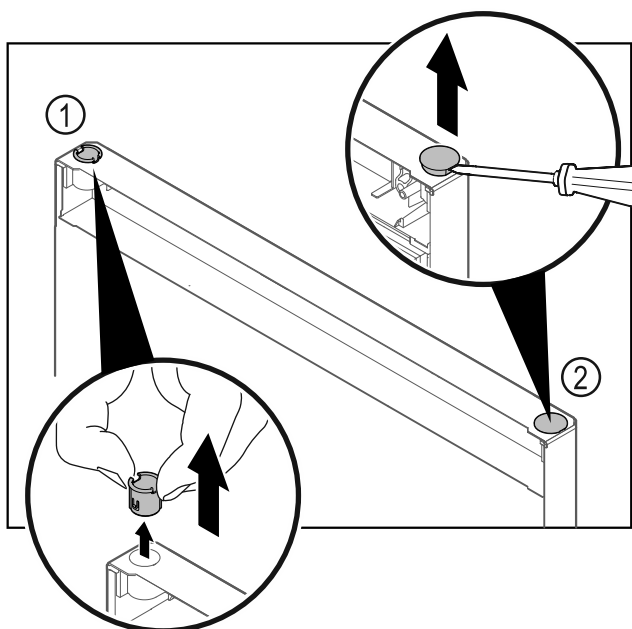

Fig. 29
- ▶ Izvucite čahuru šarke Fig. 29 (1) prstima.
- ▶ Odvijačem s ravnom glavom oprezno podignite čep Fig. 29 (2) i izvadite ga.